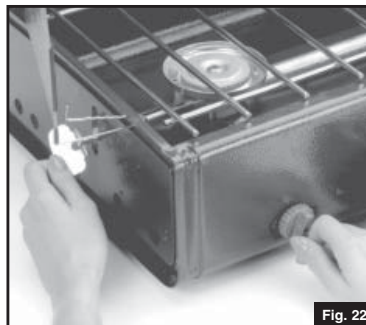

Fig. 22
- Open AUXILIARY VALVE and rotate IGNITOR KNOB until burner lights. (Fig. 22)
- Abra la VÁLVULA AUXILIAR y gire la PERILLA DE ENCENDIDO hasta que encienda el quemador. (Fig. 22)